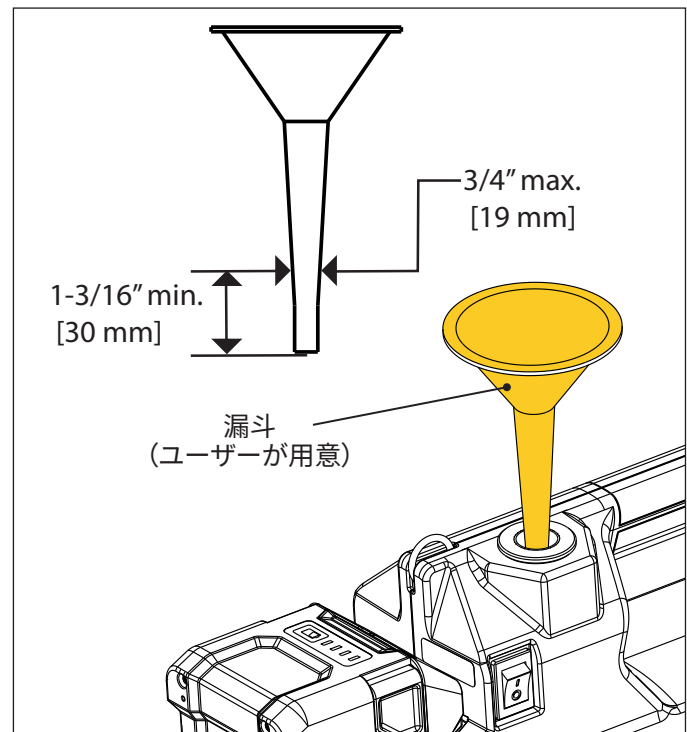

図14: 漏斗を使用したオイルの追加
6. 充填口に漏斗(足部分の外径が最大3/4" [19 mm]、長さが1-3/16" [30 mm]以上)を置き、オイル充填チューブに挿入します。図14を参照してください。